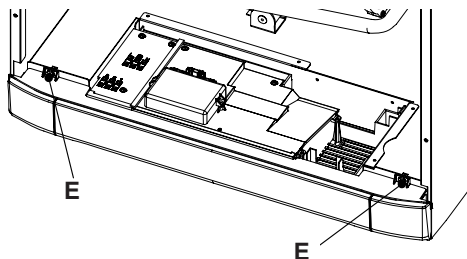
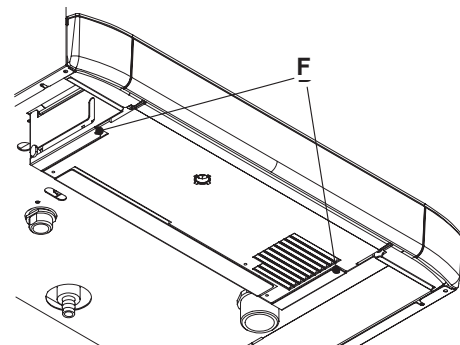

Figura 5.18
Figura 5.19
- rimuovere le viti (E) in Figura 5.18 e (F) in Figura 5.19;